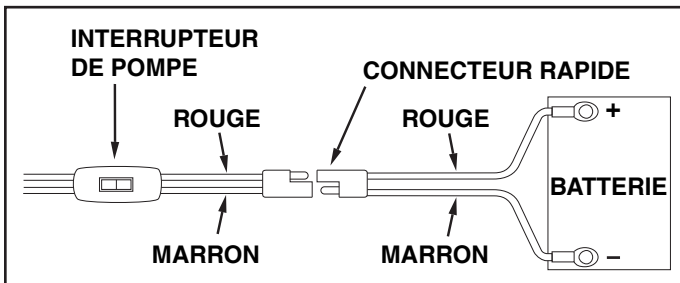

FIGURE 8
16. Attachez l'épandeur à l'attelage de tracteur et raccordez le câblage à la batterie de tracteur. Le fil rouge doit être connecté à la borne positive de la batterie ou à la connexion sous tension existant sur un interrupteur ou ampèremètre du tracteur. Le fil marron peut être mis à la terre ou connecté à la borne négative de la batterie. Voir figures 8 et 9.